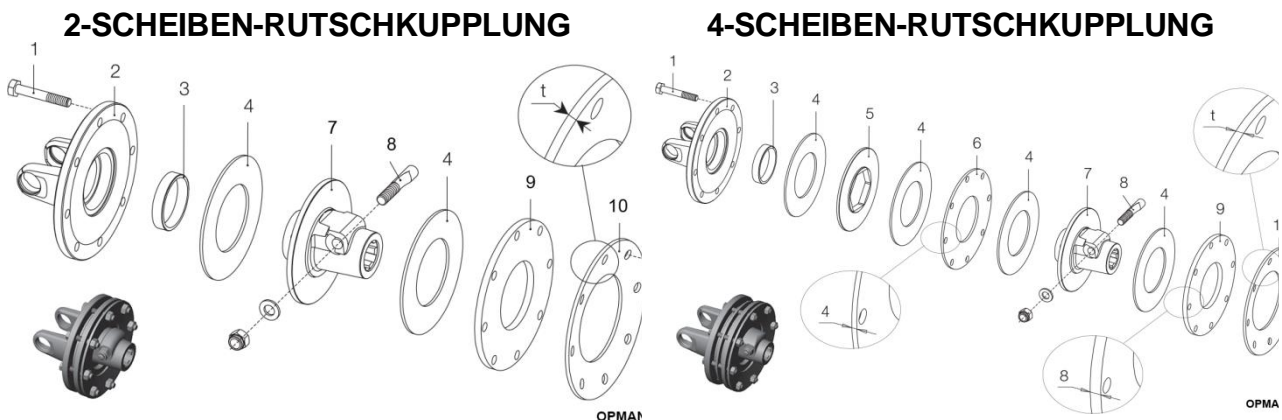

Abbildung 5.36
Abbildung 5.36 und Abbildung 5.37 zeigen eine vollständige Auflistung der Rutschkupplungen, und wo sich die einzelnen Typen bei jeder Maschine befinden.
5.4.1.6 Montieren Sie die anderen Teile, wie in Abbildung 5.36 und Abbildung 5.37 dargestellt, je nach Zapfwelle nacheinander